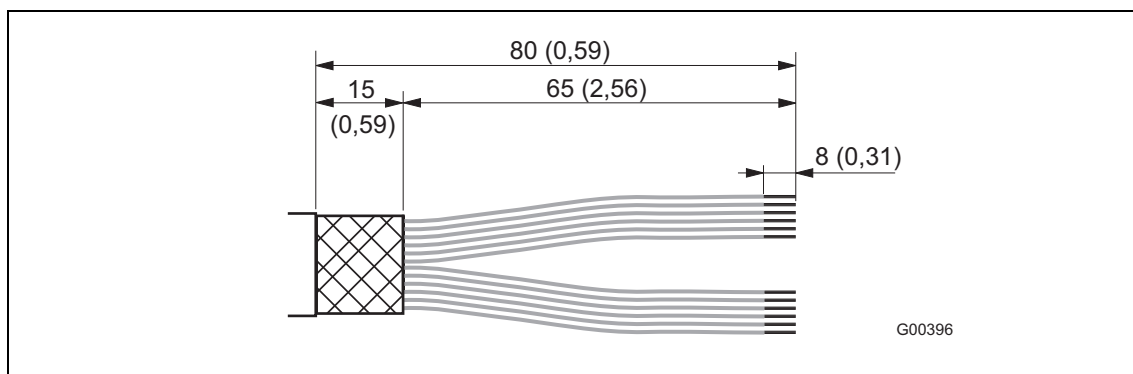

Рис. 28
Выполните сборку кабелей, как показано на рисунке. (См. рис. 28 и 29)
1. Снимите изоляцию с сигнального кабеля, как показано на рис. 28.